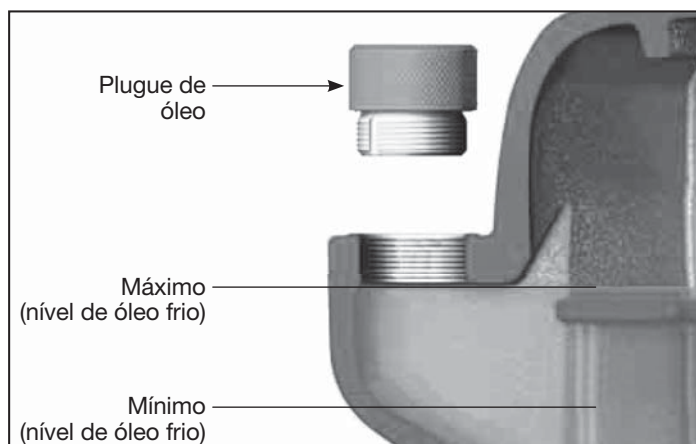

Figura 7 - Nível de óleo
⚠ CUIDADO **ESSA UNIDADE CONTÉM ÓLEO.** Antes de operar o compressor, verifique o nível de óleo (consulte a figura 7).
VERIFICAÇÃO DE NÍVEL DE ÓLEO (Consulte a figura 7)
5. Se necessário, complete o óleo do mesmo tipo e mesma marca até o nível máximo (consulte a figura 7 e a seção de lubrificação).
1. Verifique o nível de óleo (consulte a figura 7).